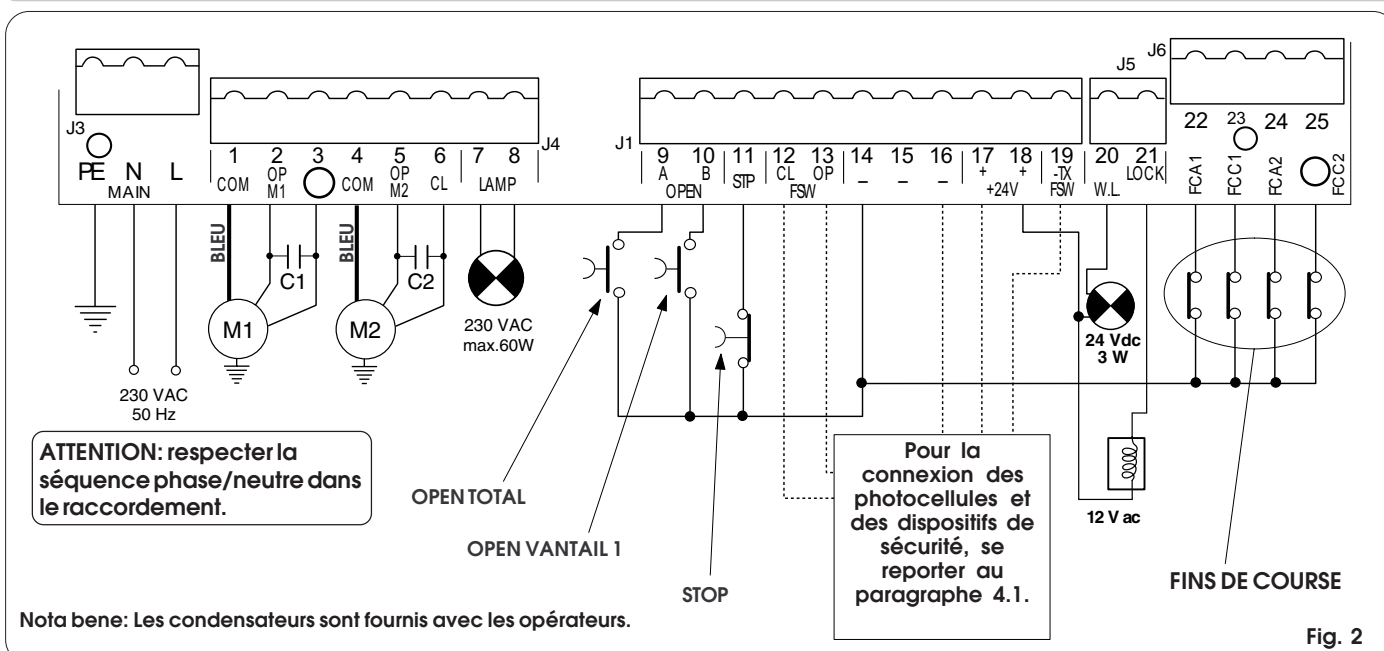

Fig. 2
- Connecter la terre à la borne spécifique prévue sur le connecteur J3 de la platine (voir fig.2).
4.2. Bornier J3 - Alimentation (fig. 2)
4.3. Bornier J4 - Moteurs et feu clignotant (fig. 2)
4.4. Bornier J1 - Accessoires (fig. 2)
4.5. Bornier J5 - Lampe-Témoin et Electroserre (fig. 2)
4.7. Bornier J6- Fins de course et/ou encodeur(fig. 2)